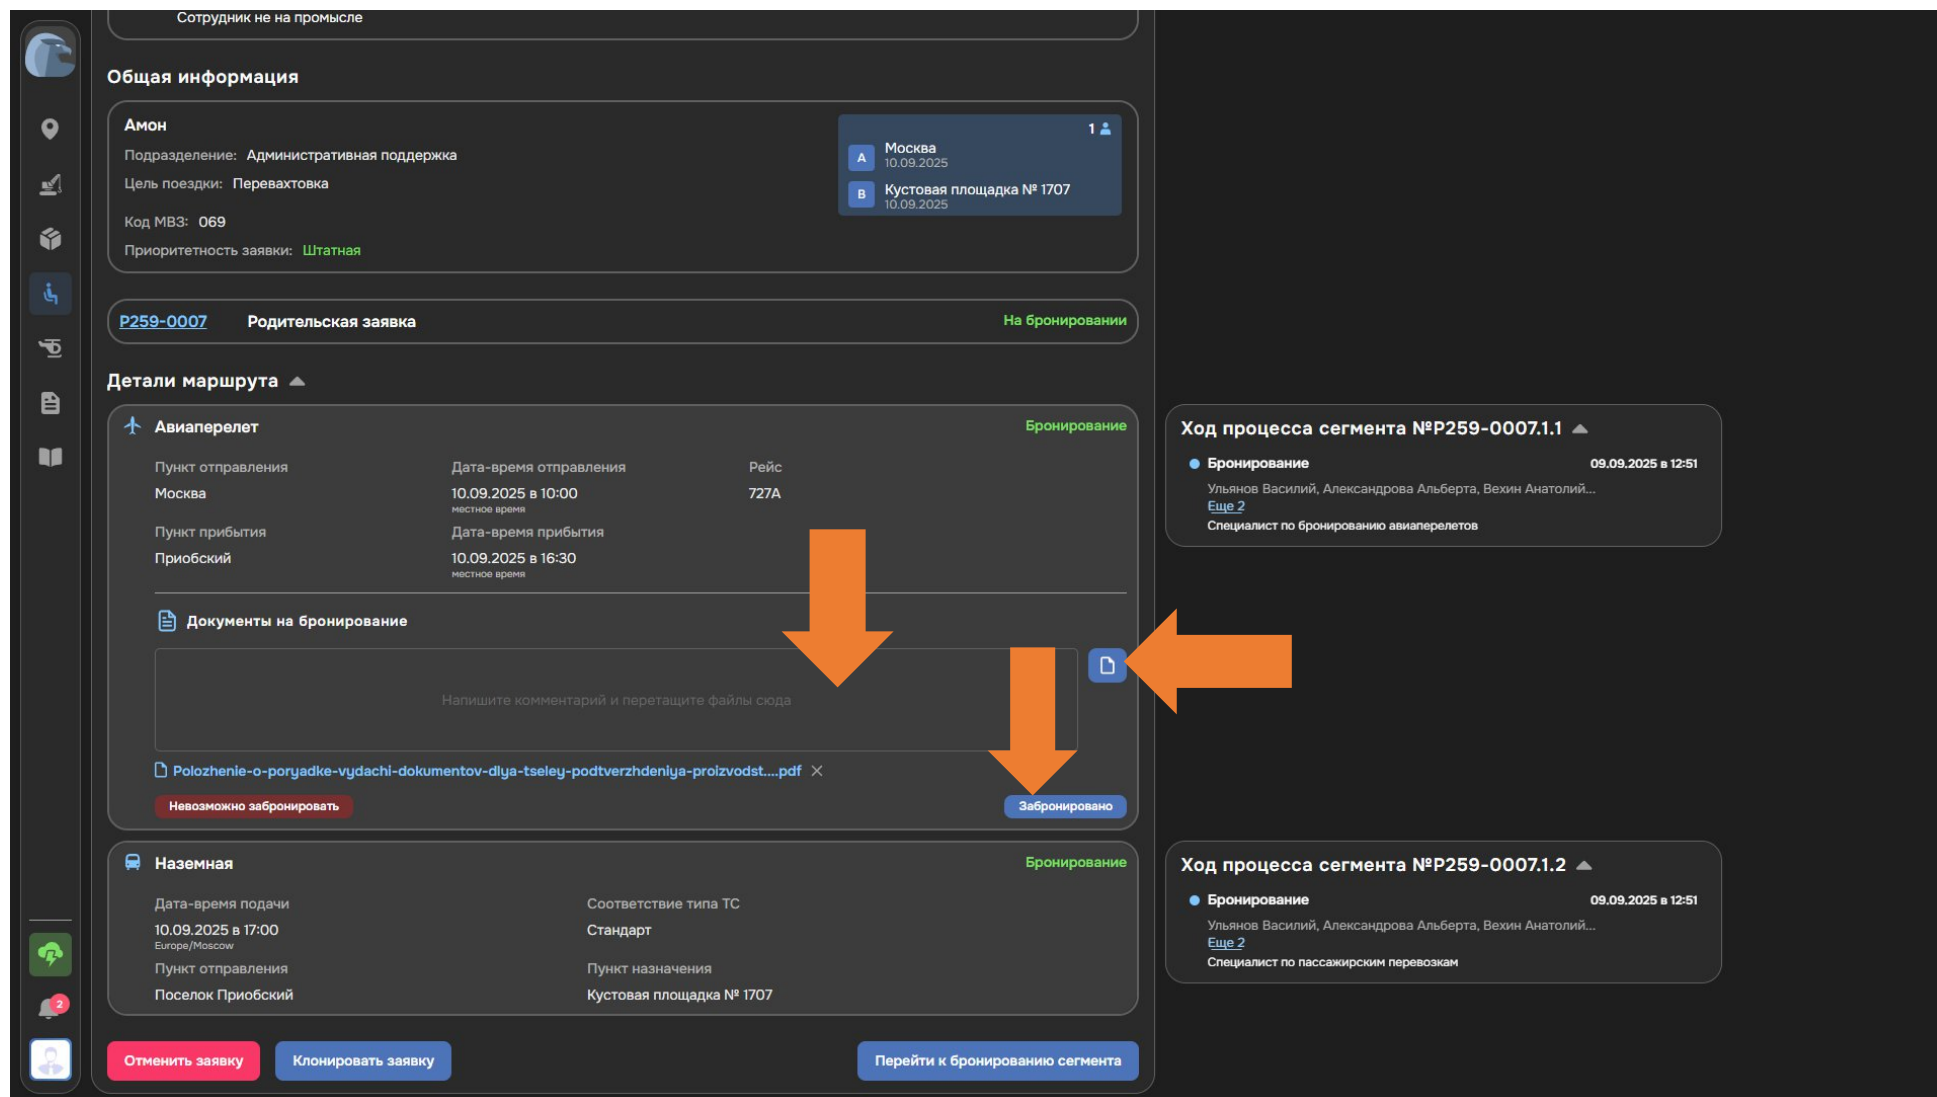

Рисунок 79. Бронирование Сегмента
2. Откройте подзаявку на нужного пассажира (см. Рисунок 79).
4. Заполните необходимые поля или прикрепите файл, подтверждающий бронирование (билет и др), в открывшемся интерфейсе (см. Рисунок 79).
5. Нажмите кнопку «Забронировано» (см. Рисунок 79).